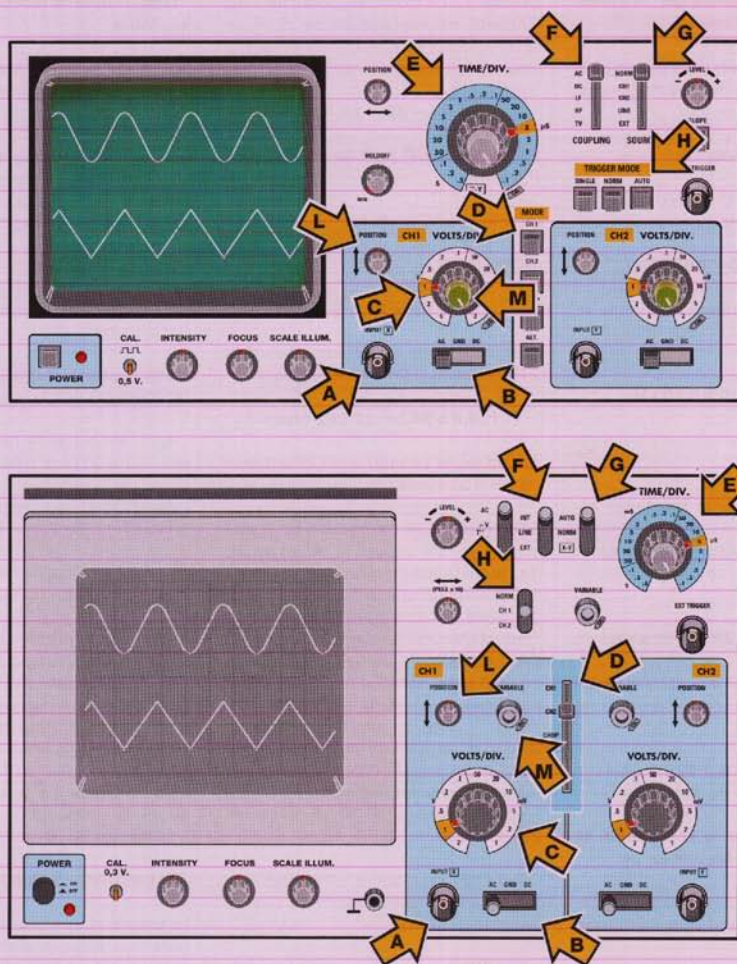

Figure 21 : Les commandes de l'oscilloscope que nous avons utilisées sont les suivantes :
- réglez le bouton de Time/div. (flèche E voir figure 21) sur 5 μs ou 10 μs ;
Après avoir trouvé la fréquence d'accord F_0 exacte, tournez le bouton du potentiomètre R5 situé sur le Q-mètre ou bien le bouton de la Calibration Variable indiqué par la flèche M comme le montre la figure 21, jusqu'à positionner le tracé sur le 7° carreau (voir figure 31).